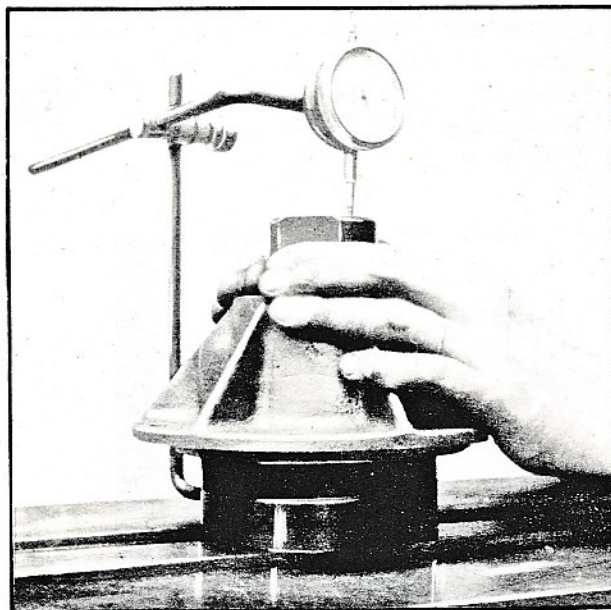

Fig.12- Vérification jeu longitudinal des Roult.TIMKEN
④ MONTAGE DU CARTER ARRIERE.
- Mettre en place les 2 roulements Timken puis la rondelle d'épaisseur après avoir monté le faux arbre comme sur Fig. 12
④ MONTAGE DU CARTER AR. (Suite)